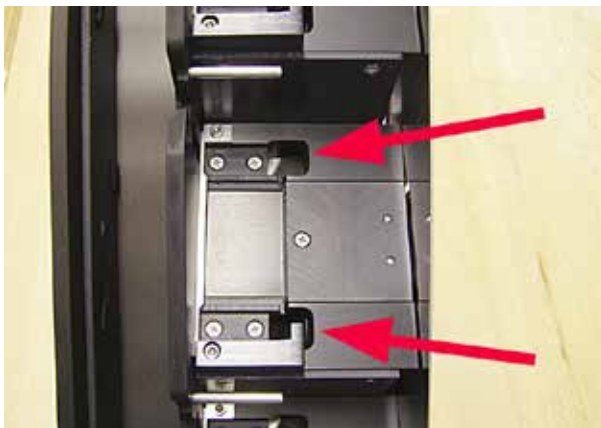

Рис. 45
- Станция загрузки (→ "Рис. 45")